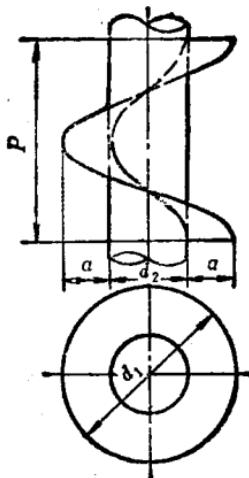

图 4
4. 螺旋输送机的回转叶片的展开（见图 4 所示）。已知回转叶片的尺寸 $a = 18\text{mm}$ ， $d_1 = 60\text{mm}$ ， $d_2 = 30\text{mm}$ ， $P = 75\text{mm}$ 。求螺旋输送机的回转叶片的近似展开。